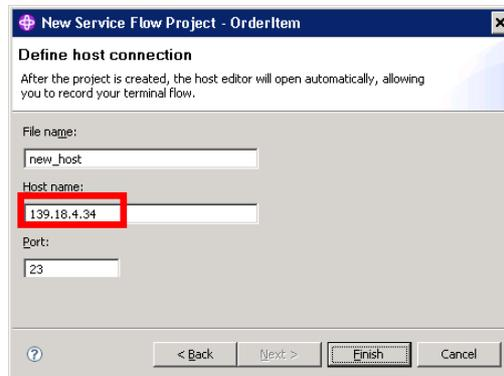

Abbildung 23
6. Im letzten Schritt des Wizards muss noch eine Host Verbindung für das Service Flow Projekt definiert werden. Als Host Name wählen wir hier die IP-Adresse **139.18.4.34** und beenden den Wizard mit einem Klick auf **Finish** (Abbildung 23).